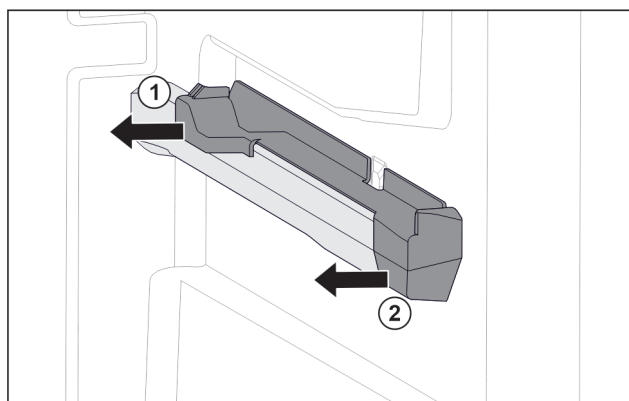

Fig. 75 Påsætningsdel på den højre beholderist
► Træk den bageste del af påsætningsdelen af og til siden. Fig. 75 (1)
► Træk den forreste del af påsætningsdelen af og til siden. Fig. 75 (2)